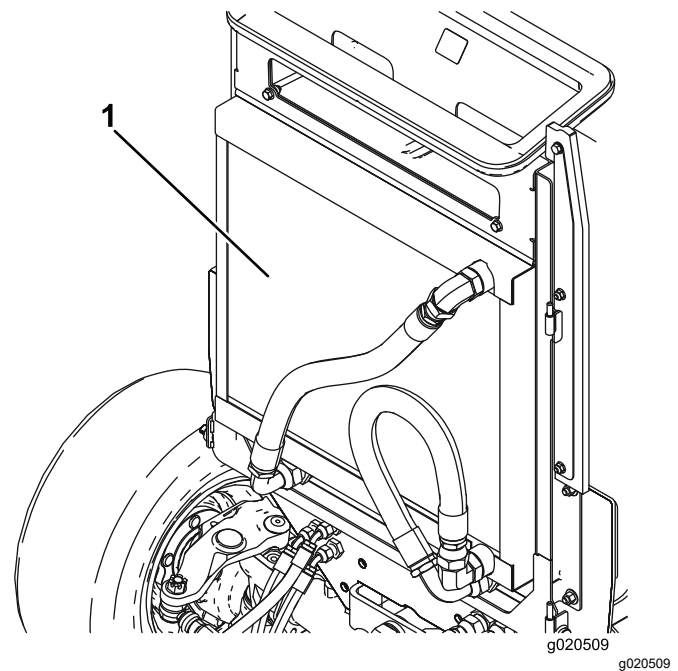

**Figure 109**
2. Déverrouillez et ouvrez la grille arrière (Figure 109).